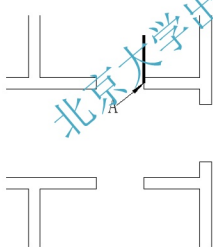

图 2.76 指定圆弧的圆心
(11) 在指定圆弧的圆心: 提示下, 捕捉 A 点(门扇的起点)作为圆弧的圆心, 如图 2.76 所示。